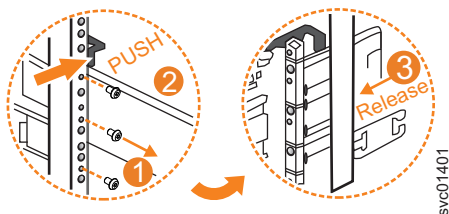

Figura 133. Extraer el conjunto de rieles de la pieza de sujeción de marco posterior
3. Quite los dos tornillos que fijan la sección de riel interna a la pieza de sujeción posterior, como se muestra en la Figura 133 en la página 141.
4. Tire del riel hacia adelante, separándolo de la pieza de sujeción posterior, como se muestra en la Figura 133.